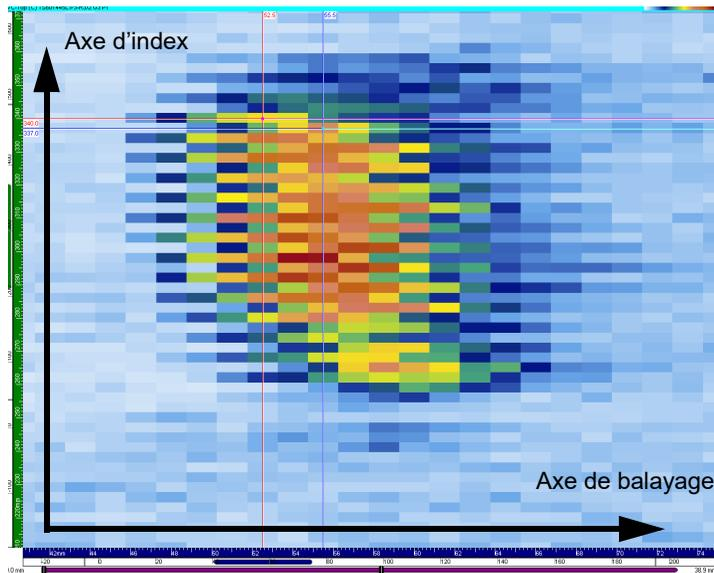

Figure 7-82 Position des curseurs
2. Affichez un C-scan, une vue de dessus (C) ou une vue de dessous (C) corrigée pour le volume.
3. Positionnez les curseurs de référence et de mesure dans la grille mécanique pour effectuer la correction souhaitée sur les axes de balayage et d'index (voir l'exemple de la Figure 7-82 à la page 447).